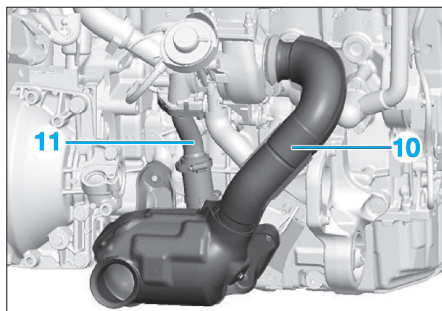

Fig. 85
- Désaccoupler les durits (1) du radiateur de refroidissement moteur (Fig.85).
- Mettre de côté les relais (2).